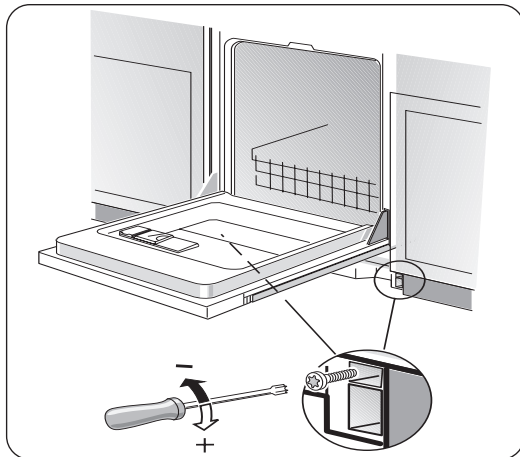

Figure 32
- 2 Insérer les vis comme à la **figure 32**. Tourner dans le sens horaire pour augmenter la tension.